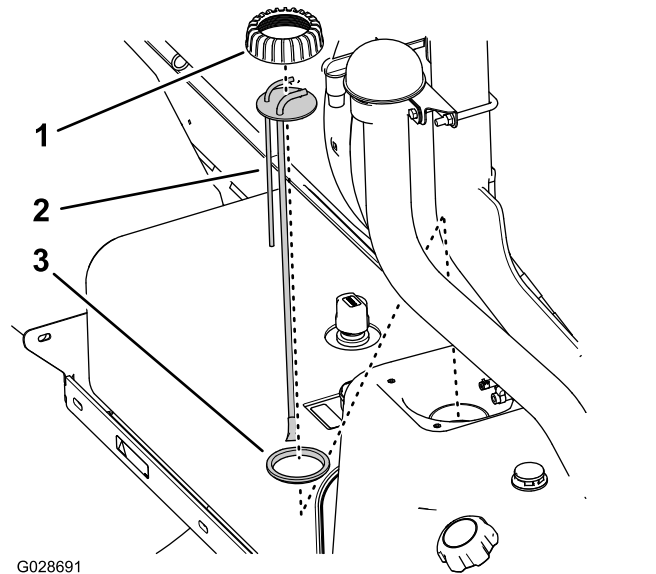

Bild 77
- Drehen Sie die Steigrohrkappe nach links und nehmen Sie die Kappe ab (Bild 77).
- Heben Sie das Kraftstoff-Steigrohr bzw. den Sender aus dem Kraftstofftank heraus (Bild 77).
- Setzen Sie den Steigrohrring auf das Steigrohr und das Steigrohr auf die Dichtung (Bild 77).
- Fluchten Sie den Ring, das Steigrohr und die Dichtung mit dem Tank aus und setzen Sie das neue Steigrohr vorsichtig in den Kraftstofftank ein (Bild 77).
- Schrauben Sie den Ring auf den Füllstutzen des Kraftstofftanks und ziehen Sie den Deckel mit der Hand fest (Bild 77).